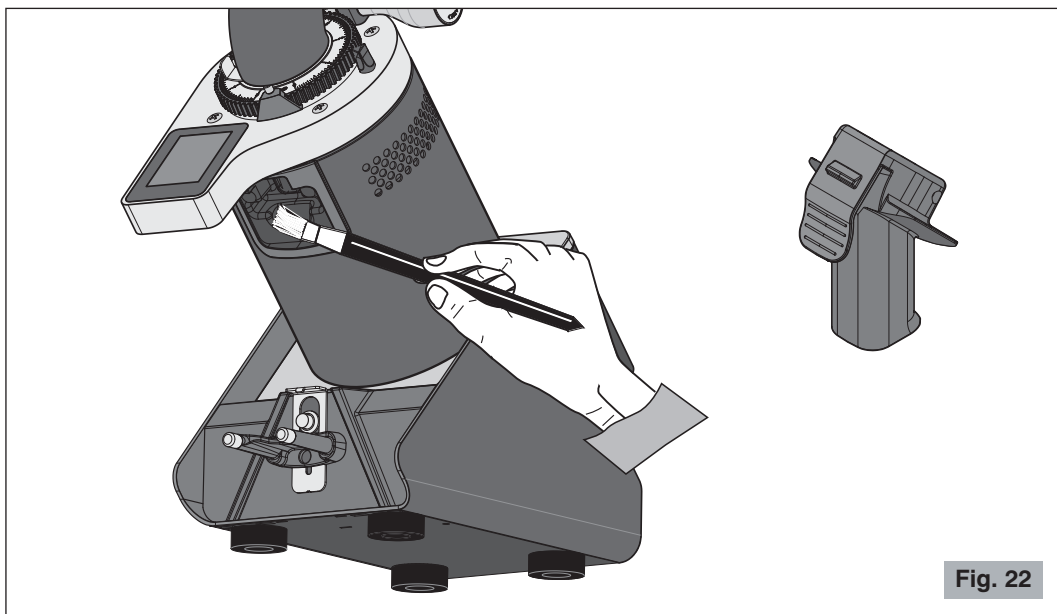

Fig. 22
- Utiliser une brosse ou un pinceau (Fig. 22) pour nettoyer les zones les moins accessibles à son intérieur et un chiffon sec pour les autres surfaces.